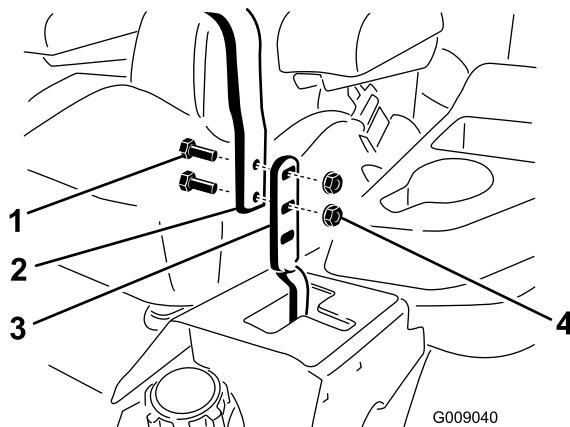

Figure 76
- Desserrez les boulons et les écrous à embase situés dans les leviers (Figure 76).
- Régalez l'alignement avant/arrière des leviers en les plaçant simultanément à la position POINT MORT, faites-les coulisser jusqu'à ce qu'ils soient alignés, puis resserrez les boulons (Figure 76).